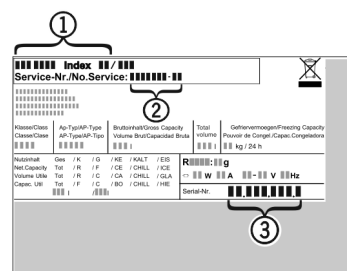

Fig. 35
- Прочетете от идентификационната табелка описанието на уреда Fig. 35 (1), сервизния № Fig. 35 (2) и серийния № Fig. 35 (3). Идентификационната табелка се намира на лявата вътрешна стена на уреда.
- Обадете се на сервизната служба и посочете неизправността, описанието на уреда Fig. 35 (1), сервизния № Fig. 35 (2) и серийния № Fig. 35 (3).